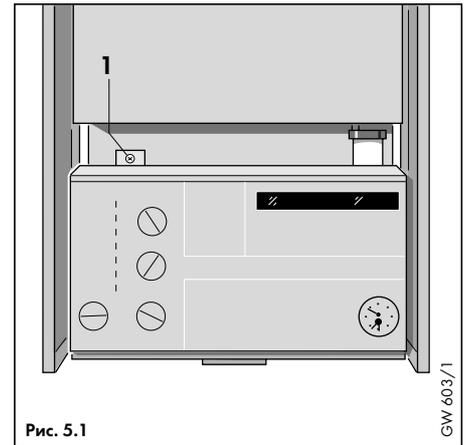
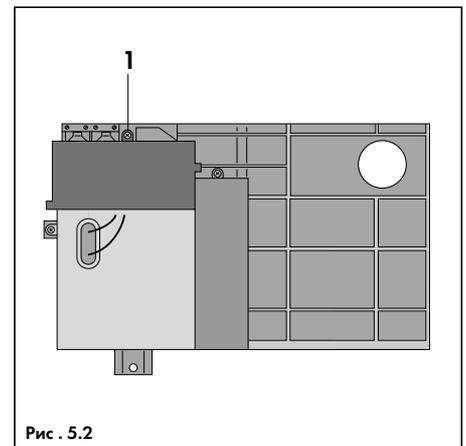

Рис. 5.1
Рис. 5.2
Отвернув крепежный винт (1, рис. 5.1), откинуть панель управления вниз. На крышке клеммного шкафа вывинтить шуруп (1, рис. 5.2) и снять крышку.
**Важно:** убедиться в том, что все провода проходят через соответствующие вводы на клеммном шкафу и прочно закреплены зажимными скобами. Обратит внимание на то, чтобы кабель электропитания был подключен так, чтобы при натяжении, в случае выскальзывания проводников из зажима, фазный, а затем нулевой проводники были вытянуты из зажима раньше защитного проводника. После монтажа вернуть на место крышку клеммного шкафа и вернуть панель управления в нормальное положение, закрепив ее винтом (1, рис. 5.1).